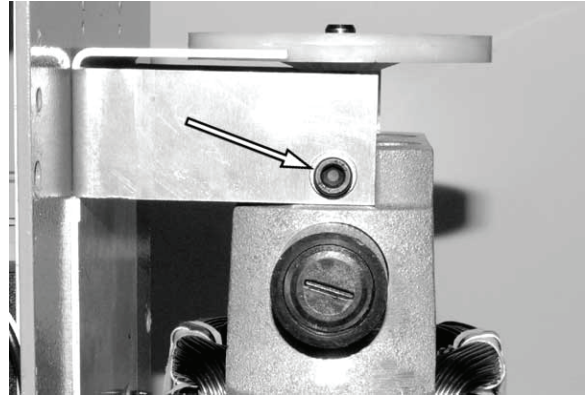

Figura 30.
7. Vedere la Figura 30. Rimuovere i due bulloni della staffa del deflettore sul motore (uno su ciascun lato) e mettere da parte la staffa elettrica.